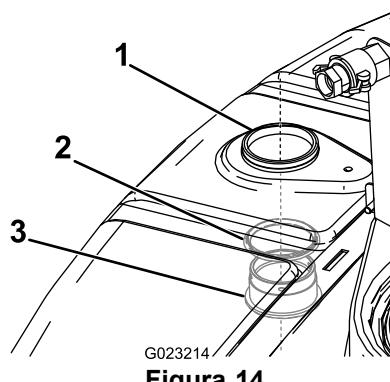

Figura 14
- Montate il diaframma e l'O-ring in alto dall'interno del serbatoio attraverso il foro precedentemente realizzato (Figura 14).